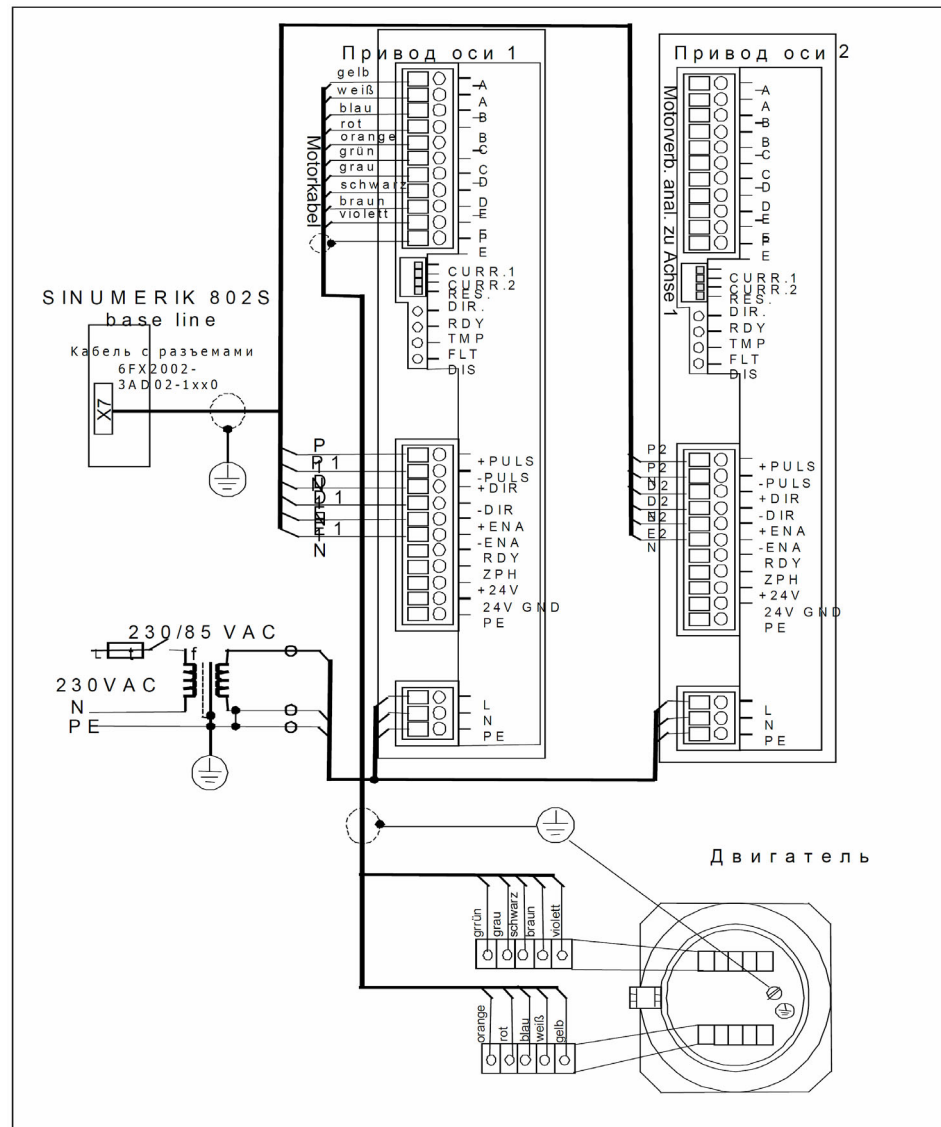

Рис. 3-2 Проводка - обзор
Подключить приводные модули STEPDRIVE C/C+, шаговые электродвигатели BYG и СЧПУ SINUMERIK 802S base line согласно рис. 3-2:
- Правильное подключение кабеля согласно рис. 3-2.